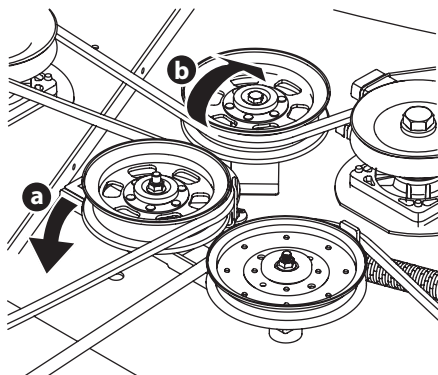

Figure 4-14
- b. Placez-vous à côté de l'appareil de façon à faire pivoter le support de la poulie de tension et la poulie de tension vers l'arrière jusqu'à ce que vous puissiez soulever la courroie en « V » (a) par-dessus la poulie de tension (b). Voir Figure 4-14.